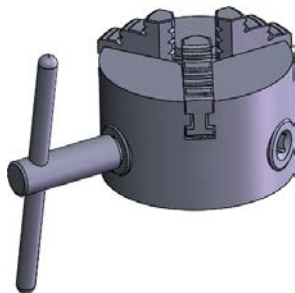

图 5-54 “自定义心卡盘”素材文件
- (1) 本操作题使用与前面实例相同的素材,如图 5-54 所示,打开本书提供的素材文件“自定义心卡盘.SLDASM”,然后尝试创建“三抓卡盘”旋转的动画操作。